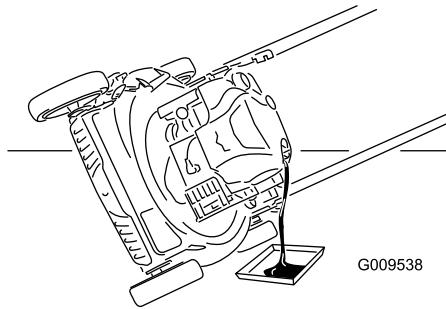

Figura 28
4. Ponga la máquina de lado con el filtro de aire hacia arriba para drenar el aceite usado a través del tubo de llenado de aceite (Figura 28).